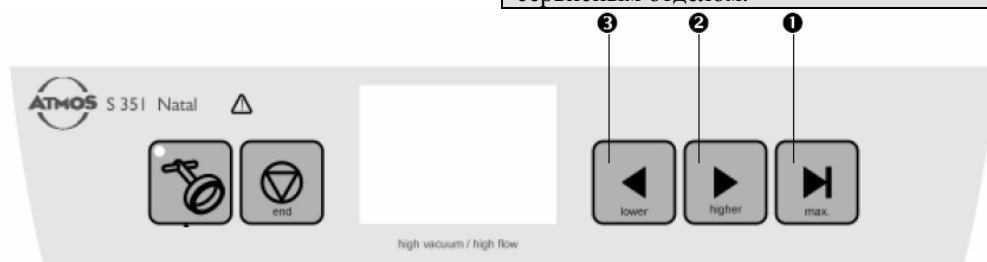

Рис.39. Индикаторы и панель управления
- Выберите с помощью одной из кнопок (2 и 3, рис. 39) желаемое значение конечного вакуума. При более длительном нажатии обеих кнопок быстрее регулируется это значение.
- Выберите требуемый уровень вакуума, используя кнопки (Рис.39, поз.1, 2, 3). При более длительном нажатии обеих кнопок быстрее регулируется это значение.